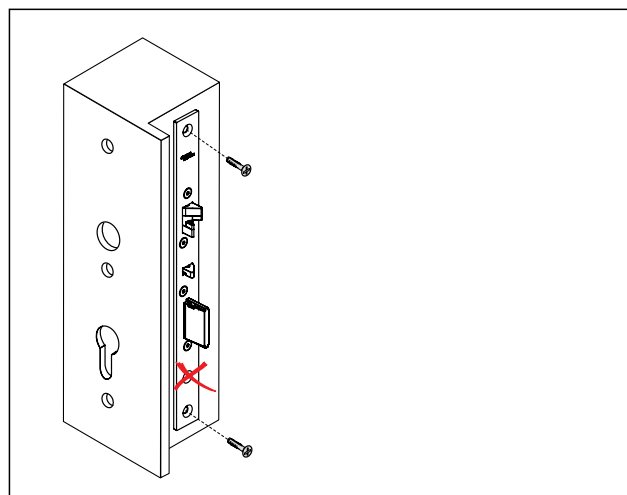

Рис. 24 Надежно привинтите дверной замок
4. Надежно привинтите дверной замок (рис. 24).